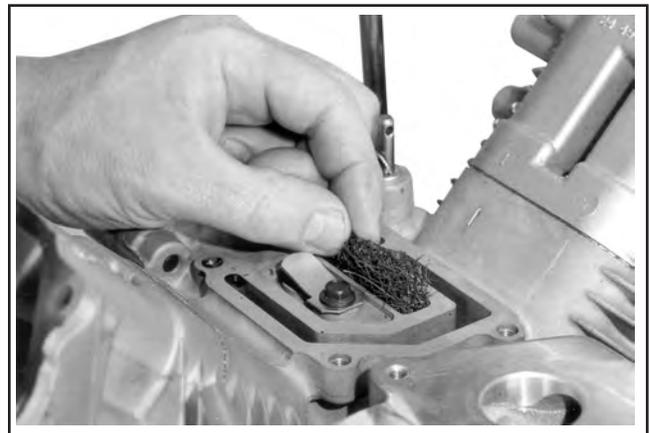

Abbildung 11-57. Installation des neuen Entlüfterfilters.
- Den Entlüfterfilter in seine Position im Kurbelgehäuse einsetzen. Sicherstellen, dass keine Litzen des Filters auf der Dichtungsfläche vorhanden sind. Siehe Abbildung 11-57.